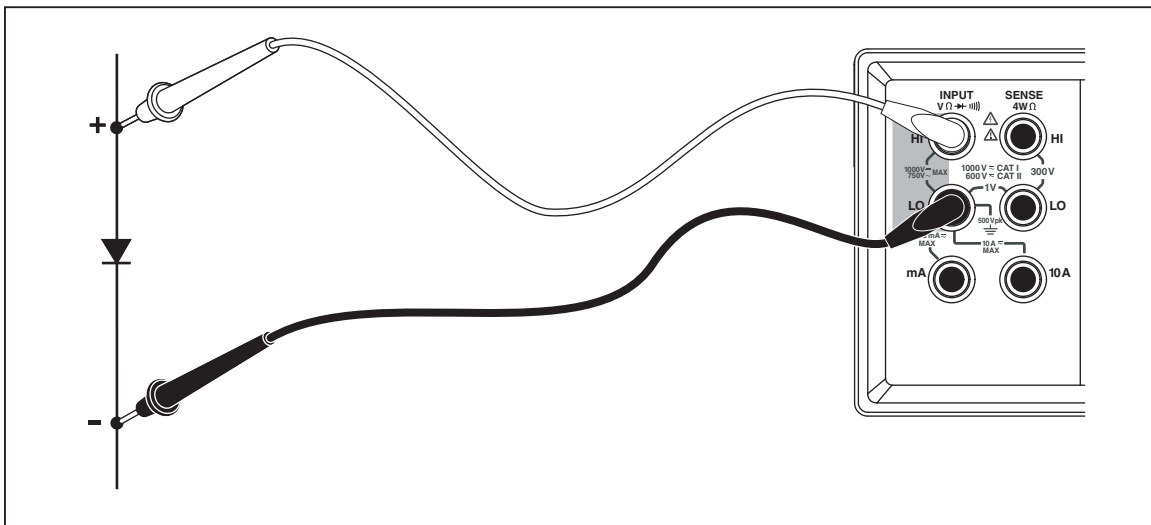

Figure 3-11. Contrôle de diode
2. Branchez les cordons de mesure entre le multimètre et la diode ou la jonction de transistor à mesurer tel qu'indiqué à la figure 3-11